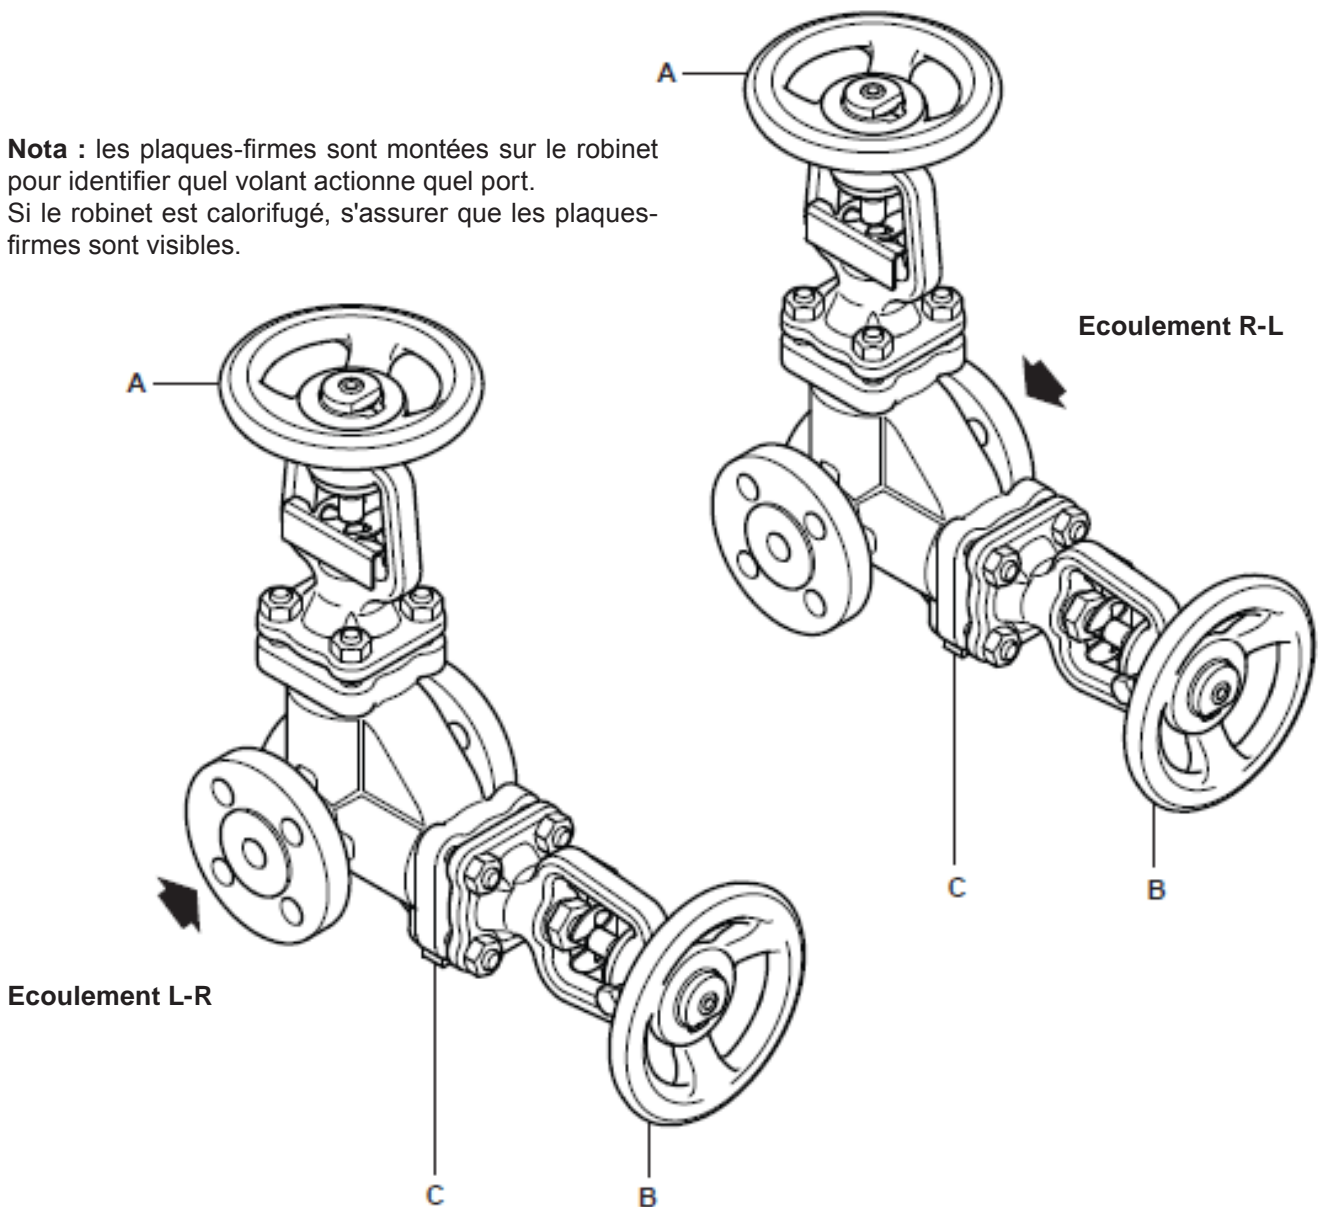

Fig. 3
**5.4** Un test d'intégrité du robinet doit être effectué avant la double isolation du système. Se référer à la Fig. 3 et au tableau ci-dessous pour avoir la bonne séquence de fonctionnement.
**5.5** Avant d'entreprendre tout entretien sur l'installation, fermer les volants des robinets aval. Se référer à la Fig. 3 et au tableau ci-dessous pour obtenir la bonne séquence de fonctionnement du volant.